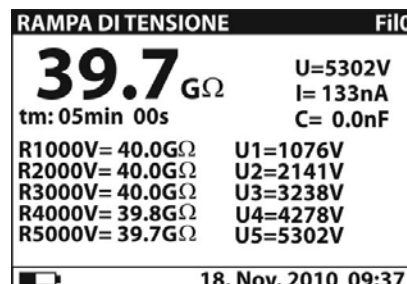
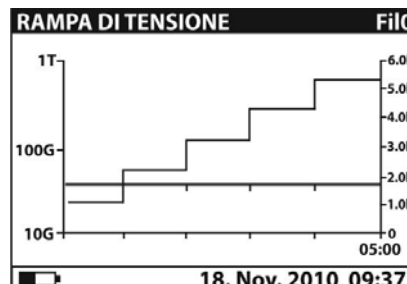

Fig. 39: Videata numerica valore misurato
Fig. 41: Videata grafica valore misurato
6. Attendere il tempo dei Timer impostati sulla misura. Il risultato del test è presente a display (vedere Fig. 39 o Fig. 41) con significato delle voci riportato nella Tabella 8